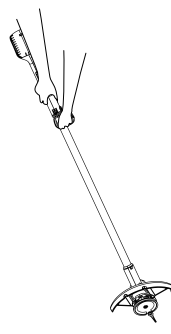

Abb. 11-2
- Verwendung als Kantenschneider (Abb. 11-2)